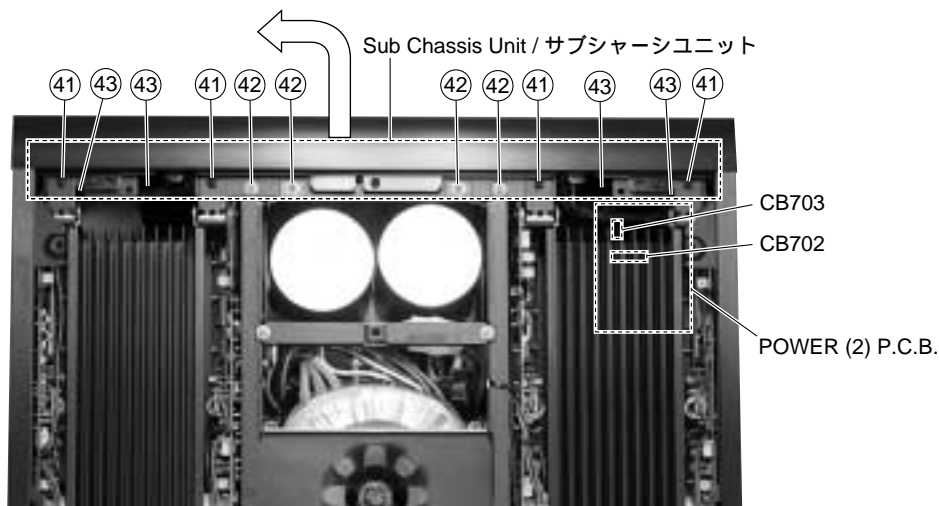

Fig. 18
- Remove 4 screws (④①). (Fig. 18)
- Remove 4 screws (④②). (Fig. 18)
- Remove 4 screws (④③). (Fig. 18)
- Remove connectors CB702 (11P) and CB703 (3P). (Fig. 18)
- Remove the Sub Chassis Unit. (Fig. 18)
- ④①のネジ4本を外します。(Fig. 18)
- ④②のネジ4本を外します。(Fig. 18)
- ④③のネジ4本を外します。(Fig. 18)
- コネクタCB702 (11P)、CB703 (3P)を外します。(Fig. 18)
- サブシャーシユニットを取り外します。(Fig. 18)
- POWER (1) & (2) P.C.B.を取り外します。(Fig. 18)